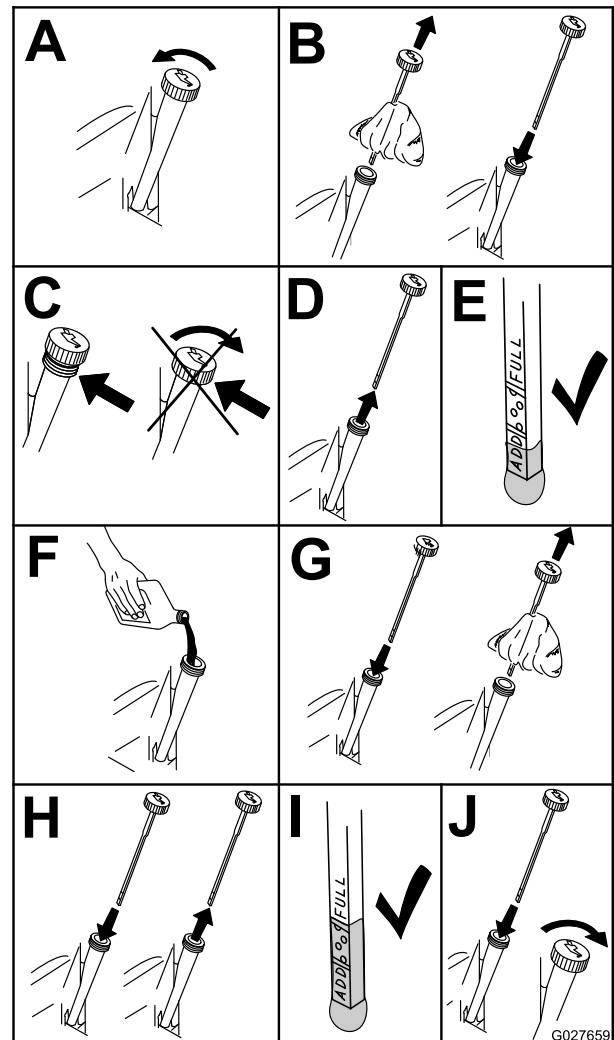

Figura 56
2. Pare el motor, retire la llave y espere a que se detengan todas las piezas en movimiento antes de abandonar el puesto del operador (Figura 56).